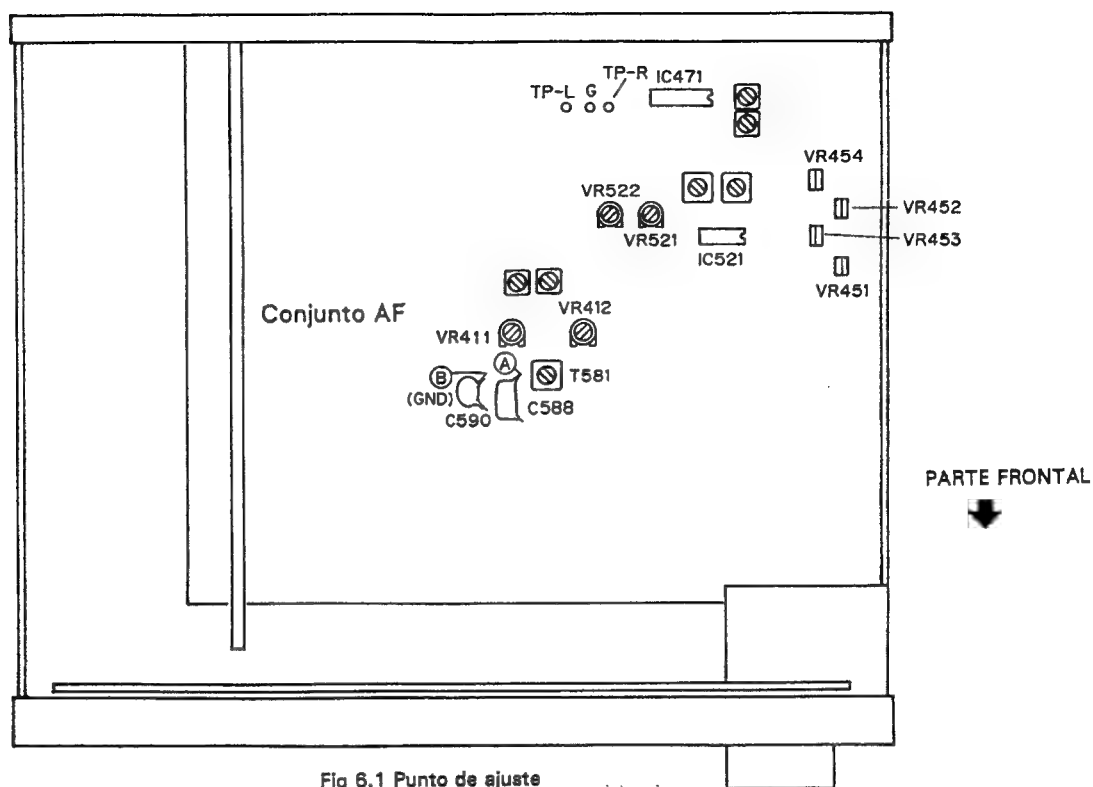

Fig 6.1 Punto de ajuste
| 1         | NORM               | REC        | Charger la bande d'étalonnage STD-630 et régler dans le mode d'enregistrement.       | —                                | Partie entre ① et ② (ensemble d'enregistrement (A.F.)) indiquée sur la Fig. 6-1. | Vérifier que la fréquence d'oscillation est de 105 kHz $\pm$ 1 kHz.   | Si la valeur de mesurée ne peut pas être réglée dans les limites spécifiées, régler T581. |